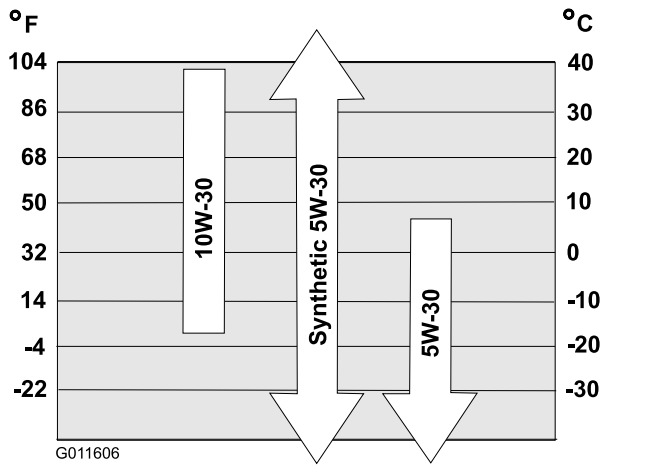

Figure 20
Viscosité d'huile	Voir Figure 20.
6. Reportez-vous à la Figure 20 pour sélectionner la viscosité d'huile la mieux adaptée pour la plage de température extérieure anticipée :